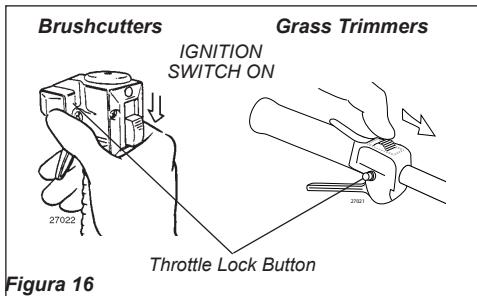

Figura 16
1. Deslice el interruptor hacia la posición 'I' (motor encendido). Consulte la figura 16.
- c. Mientras deprime el botón de seguro del acelerador, libere la palanca del acelerador. Consulte la figura 16.